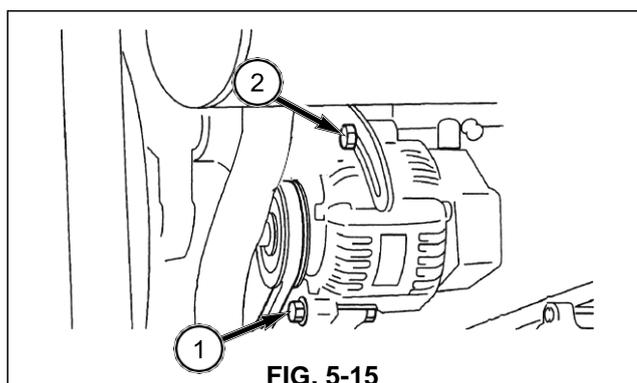

FIG. 5-15
FIG. 5-15: Para ajustar la tensión de la correa, afloje el perno de articulación (1) del alternador y el perno (2) del soporte de tensión. Tire hacia arriba del alternador para tensar correctamente la correa y apriete en primer lugar el perno (2) y, luego, el perno de articulación (1).